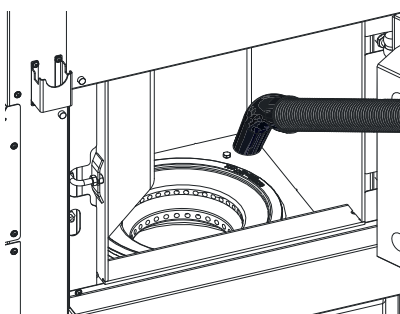

Fig. 41 Rimuovere i residui di combustione dalla camera di combustione
- Rimuovere i residui di combustione dalla camera di combustione con un'aspirapolvere – Fig. 41.